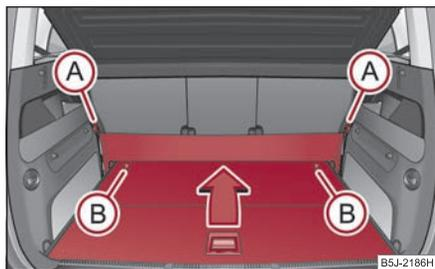

Fig. 82 Maletero: plegar el piso de carga variable
- Desenganchar los lazos (A) ⇒ fig. 82 de la pared separadora elástica de sus puntos de sujeción.
- Girando los pernos de seguridad (B) aprox. 180° hacia la izquierda se desbloquea el piso de carga ⇒ fig. 82.
- Girando los pernos de seguridad (B) ⇒ fig. 82 aprox. 180° hacia la derecha se bloquea el piso de carga.